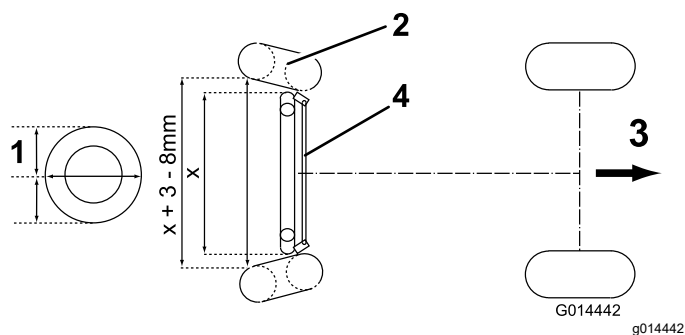

Figura 42
2. Misurate e confrontate la distanza tra le superfici laterali anteriori e le superfici laterali posteriori all'altezza del punto centrale della ruota (Figura 42).